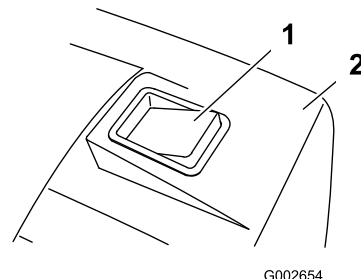

Figura 22
4. Tosate con il cesto di raccolta montato, fin quando la relativa spia indica che il cesto è pieno (Figura 22).